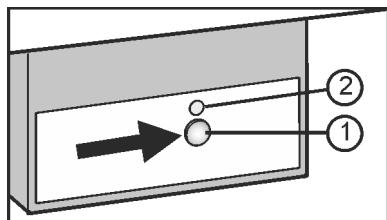

Fig. 9
- Нажмите и удерживайте кнопку On/Off Fig. 9 (1) так, чтобы светодиод Fig. 9 (2) загорелся.